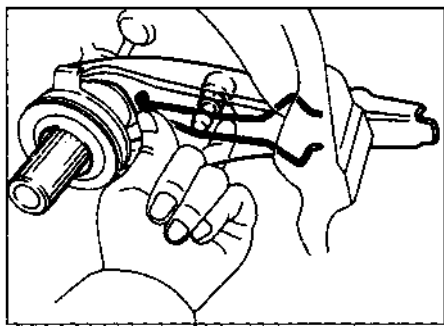

Рис. 4.3. Отстегните вилку сцепления от шаровой опоры с задней стороны рычага
- 3 Снимите вилку сцепления с шаровой опоры, затем снимите с вилки выжимной подшипник (см. рис. 4.3).